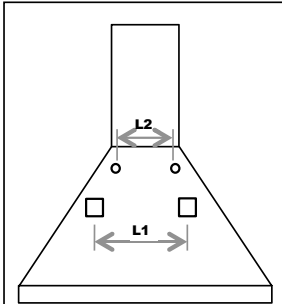

Fig. 5
- IMP.: Os sistemas de fixação a) e b) utilizam os furos L1 na parte posterior da chaminé (Fig. 5).
Alguns modelos prevêem de série um conjunto de juntas (fig. 5) a ser fixado na parede através de elementos de expansão, a uma altura apropriada para poder canalizar correctamente o fluxo de ar até as aberturas de saída. Inserir lateralmente as extensões R2 na junta R1. Conectar a junta R1 à saída do corpo da chaminé através de um tubo com diâmetro de 150 mm.